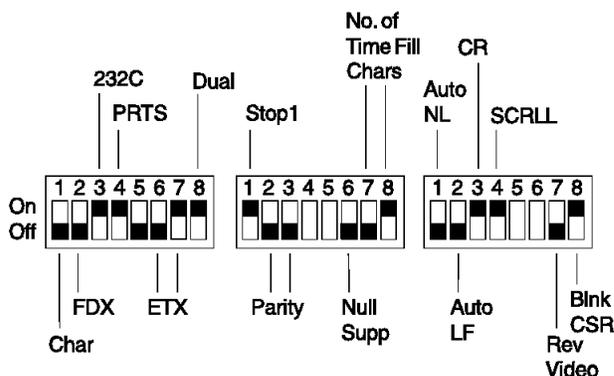

Figura 3-3. Configuração de Atributos para o IBM 3101 Display Terminal
**Configuração de Atributos do IBM 3101:** Utilize a Figura 3-3 para determinar as definições da configuração de atributos para o terminal IBM 3101 ASCII.